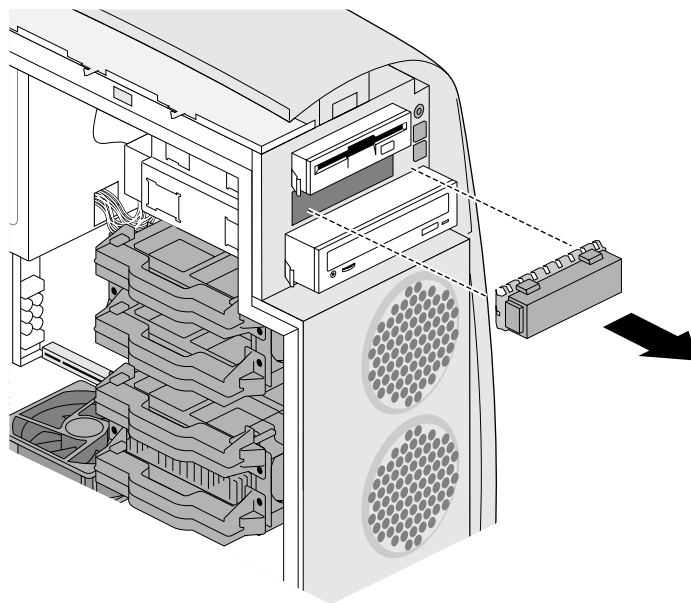

図 4-4 カバープレートの取り外し
8. ドライブを挿入するドライブベイのカバープレートを確認します。パネルの両端を持ち、ドライブベイからカバープレートを引き出します(図 4-4)。